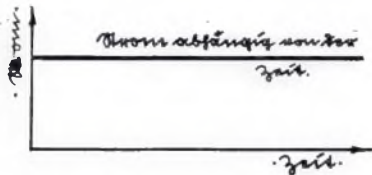

Abb. 8. Wie man Gleichstrom zeichnerisch darstellt. Rechts sehen wir, wie sich z. B. eine Gruppe von 4 Elektronen bewegt, wenn sie einen Gleichstrom bildet.
**Gleichstrom.** Der Strom bleibt nach Richtung u. Stärke längere Zeit konstant (Abb. 8). Die Elektronen bewegen sich gleichmäßig nach einer bestimmten Seite.